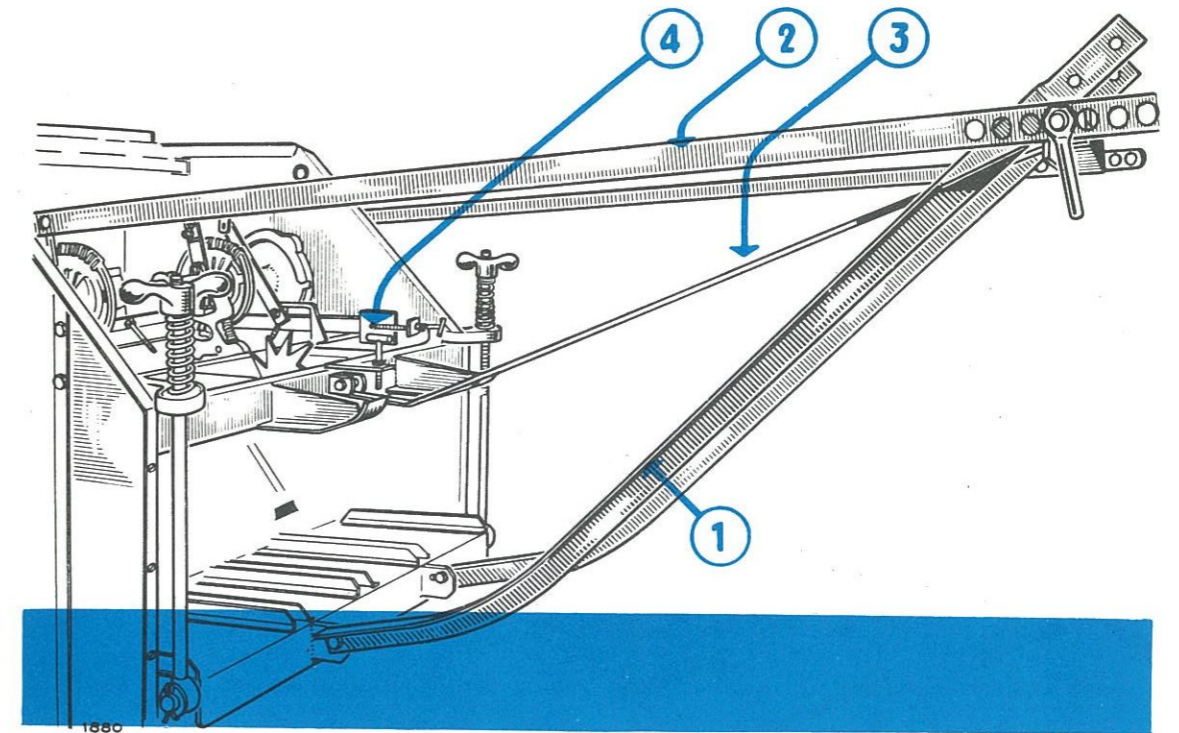

FIG. 17
F. MONTAGE DU MONTE-BOTTES (FIG. 17)